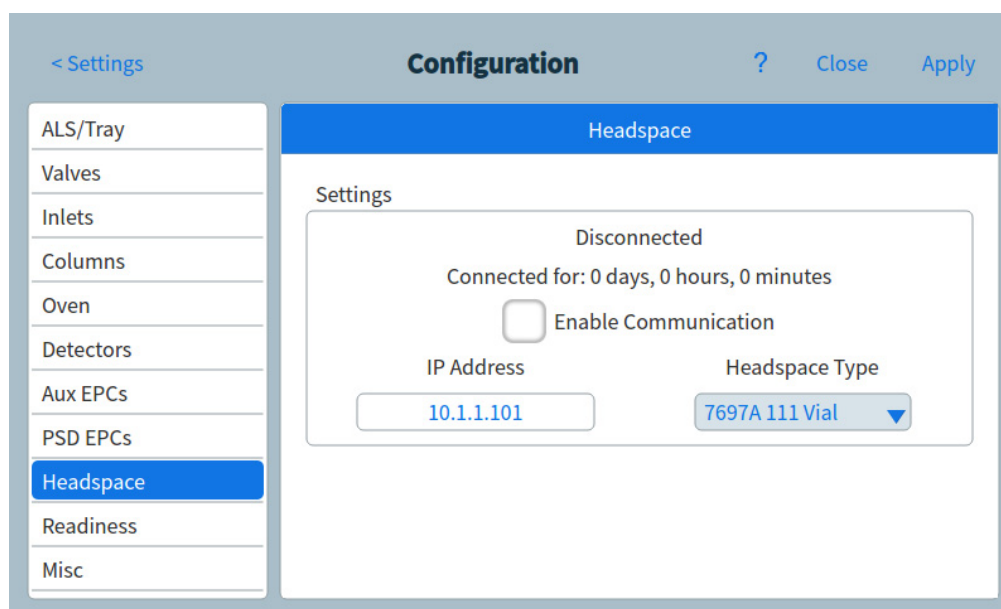

Figura 72. Página de parámetros de espacio de cabeza
- 1 Seleccione **Ajustes (Settings) > Configuración (Configuration) > Espacio de cabeza (Headspace)**. Consulte **Figura 72**.